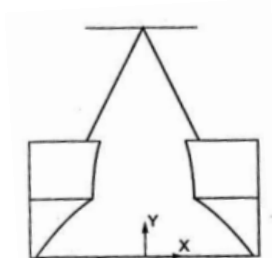

Рис.129
29. Выберите ориентацию полученной модели Вид спереди. Получим вид модели, показанный на рис.129.